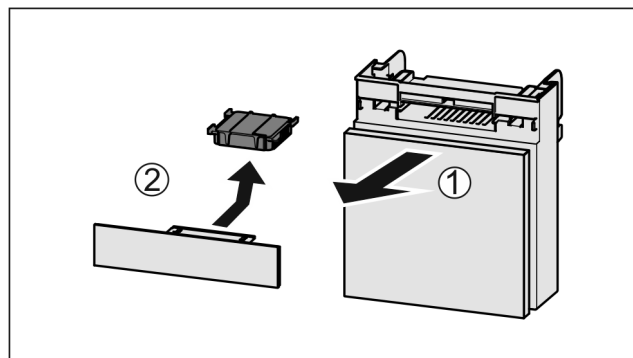

Fig. 88
- ▶ Vytiahnite zásuvku smerom dopredu Fig. 88 (1).
- ▶ Vyberte aktívny uhlíkový filter Fig. 88 (2).